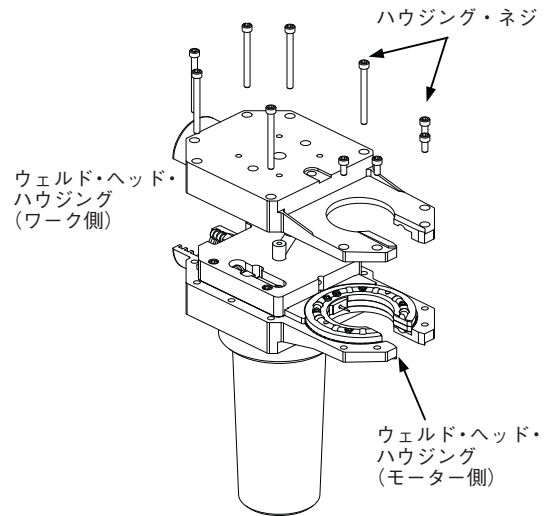

図 28：ウェルド・ヘッド・ハウジングの
5. ハウジングからウェルド・ヘッド・ハウジング・ネジを取り外します。軽く揺り動かすようにして、ワーク側のウェルド・ヘッド・ハウジングをモーター側ハウジングから外します。図 28 をご参照ください。